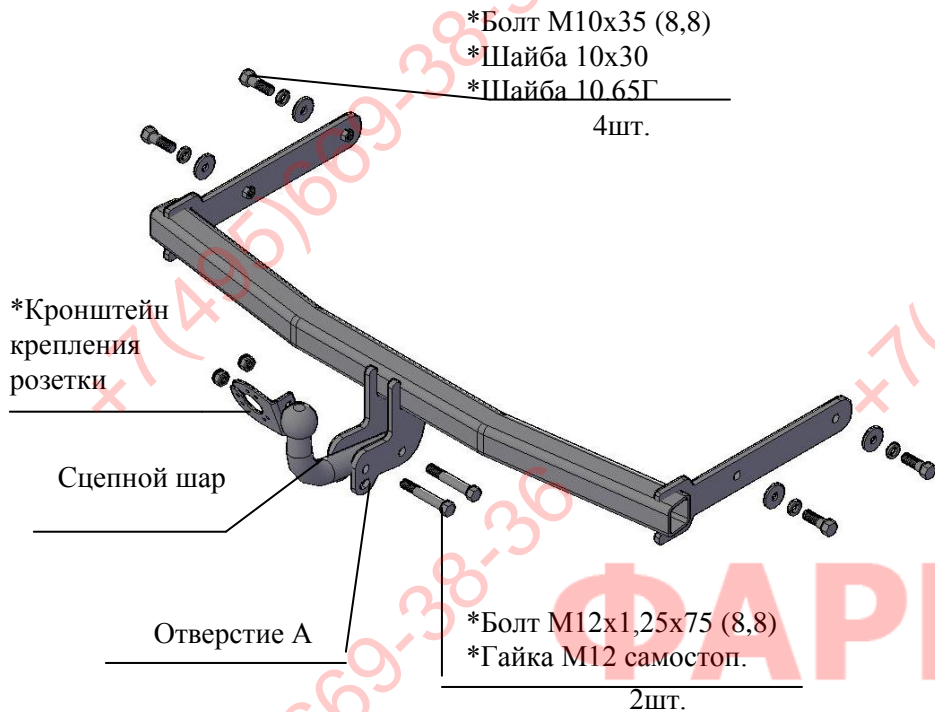

Рис.1 Тягово-сцепное устройство ТСУ 9731
2.1 ТСУ 9731 в сборе (рис.1)	1 шт.
2.2 Пакет с комплектующими (см. рис.1) Защитный колпак	1 шт.